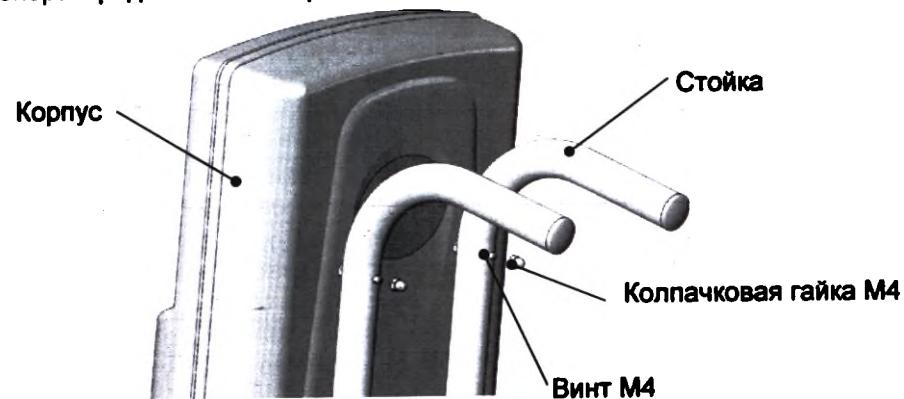

Рис.2
- 7.6. Рециркулятор передвижной «ДЕЗАР-КРОНТ»-801п установить на предварительно собранную передвижную опору: продеть выступающие из корпуса винты М4 сквозь стойки через ответные отверстия и затянуть колпачковые гайки М4 (рис.2). Схема сборки передвижной опоры представлена в Приложении 2.